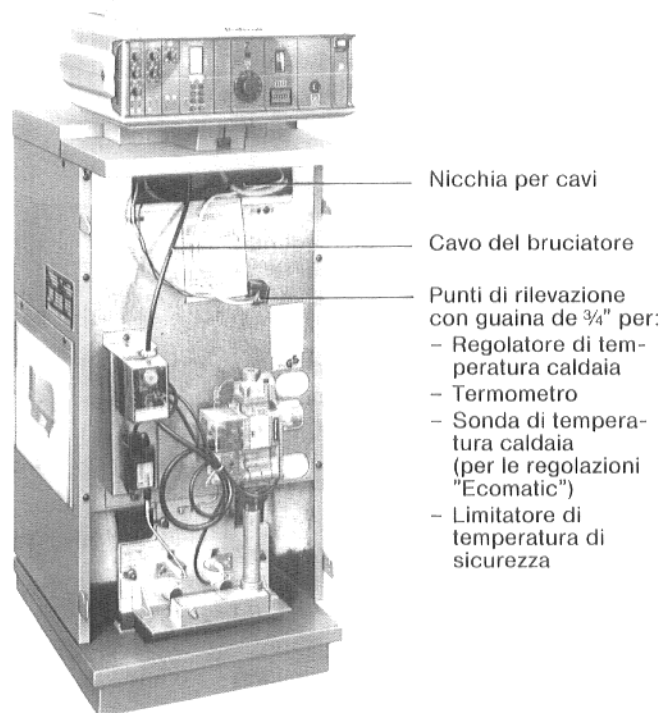

Fig. 11: Vista frontale G\_124 L
Facendo ciò, infilare i capillari delle sonde di temperatura - e con regolazione "Ecomatic", anche il cavo della sonda di temperatura caldaia - attraverso l'apertura del coperchio anteriore caldaia e condurli fuori dalla nicchia sul frontale della caldaia (Fig. 11).
8. Srotolare i capillari, per regolazione "Ecomatic" i cavi delle sonde fino a raggiungere il punto di misurazione (Fig. 11).
11. Condurre il cavo del bruciatore (Fig. 11) attraverso la nicchia di passacavi e l'apertura nel coperchio caldaia all'apparecchio di regolazione. Eseguire il collegamento a spina secondo lo schema elettrico.
14. Sospingere la lunghezza eccedente di capillari e cavi nella nicchia portacavi (Fig. 11). Non piegare i capillari ad angolo vivo!
Per ritornare nella posizione di partenza, premere il tasto di sgancio (Fig. 11).